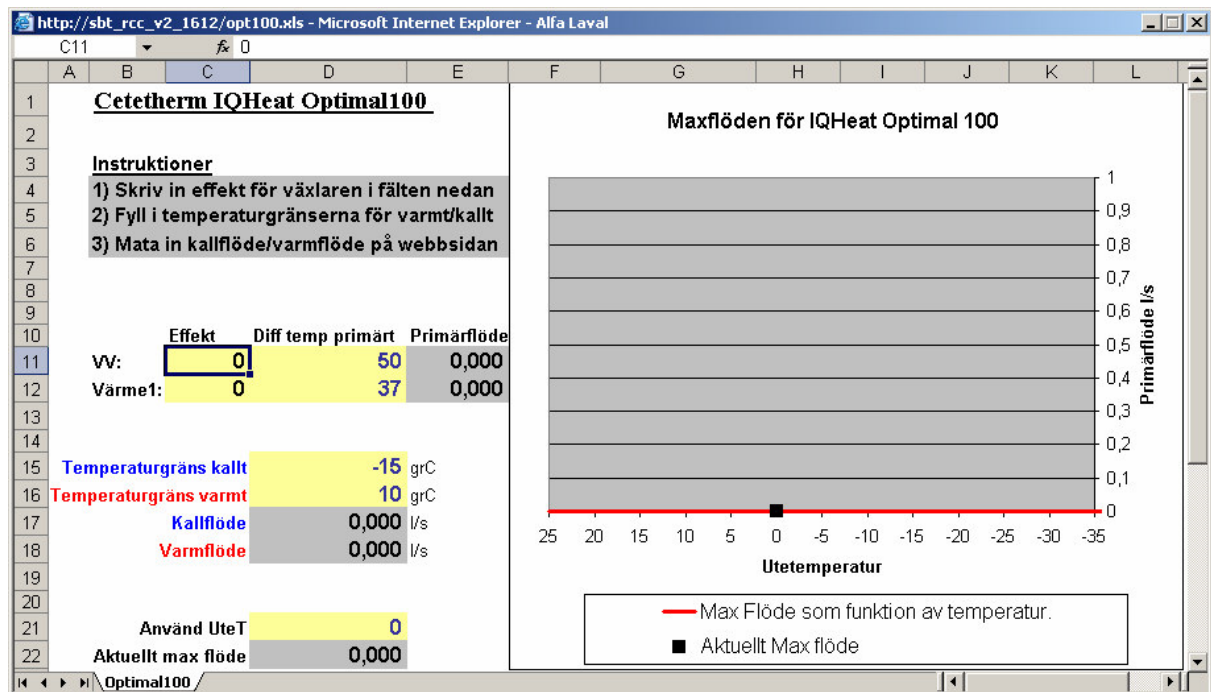

Bild 2
1) För att beräkna flödet så klicka på länken "Beräkna flöde" detta öppnar ett fönster för att beräkna ditt nuvarande kall och varmflöde. Se *Bild 2*